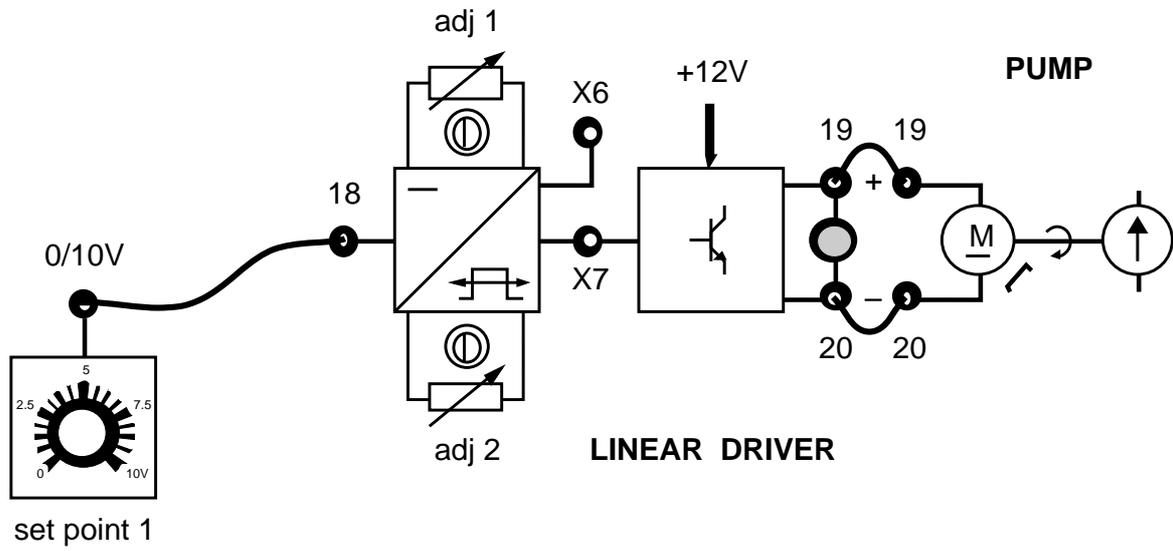
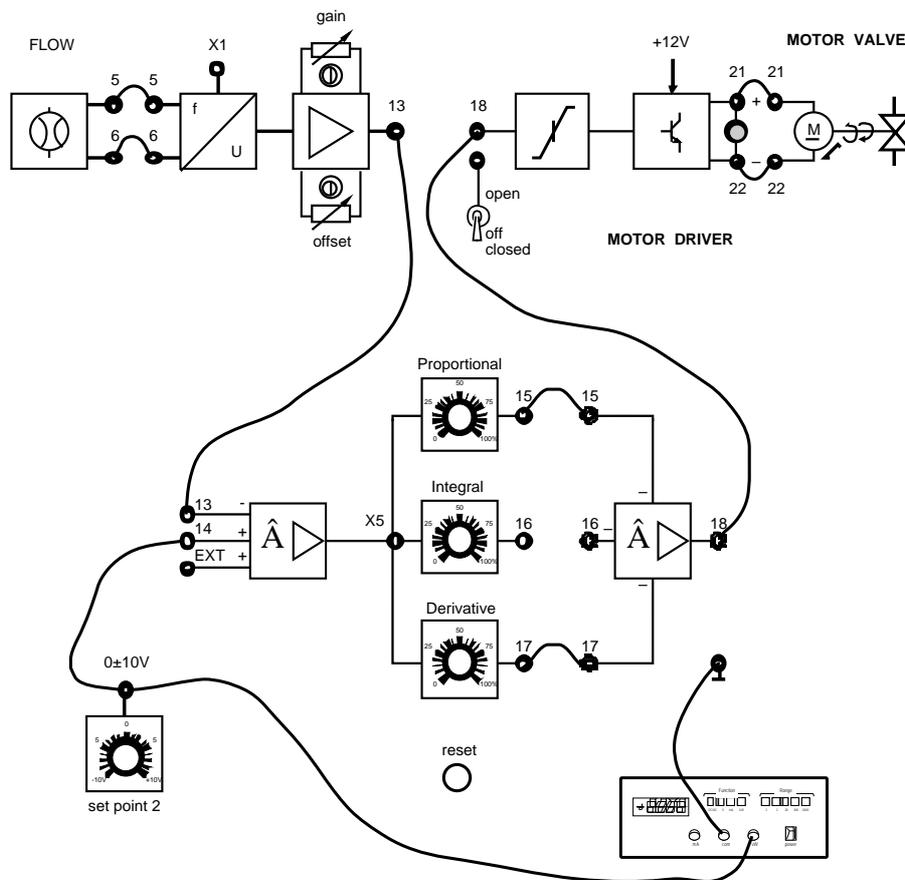

Fig. 16.1
Fig. 16.2
Asegurado de que se conozcan los prerrequisitos, entrega a los alumnos la Ficha 16.1 que representa el cableado del control (fig 16.1) y prepara el panel de simulación del proceso de la siguiente manera:
- 1) Conectar, mediante cables, el casquillo 19 del LINEAR DRIVER al casquillo 19 y el casquillo 20 al 20 (ficha 16.1 fig 16.1).
- 2) Conectar el casquillo del SET POINT 1 al casquillo 18 del LINEAR DRIVER (ficha 16.1 fig 16.1).
- 3) Apretar el interruptor general (ON).
- 4) Conectar el casquillo 5 del Sensor de capacidad al casquillo 5 de la respectiva interface y el casquillo 6 al casquillo 6 (ficha 16.1 fig 16.2).
- 5) Conectar el casquillo del SET POINT 2 al casquillo 14 del regulador PID y el casquillo 13 del interface del sensor de capacidad al casquillo 13 del regulador PID (ficha 16.1 fig 16.2).
- 9) Conectar el casquillo 21 del MOTOR DRIVER al casquillo 21 y el casquillo 22 al casquillo 22 (FICHA 16.1 FIG 16.2).
- 10) Conectar el casquillo 15 del regulador PID al casquillo 15, el casquillo 17 al casquillo 17 y el casquillo 18 al casquillo 18 del MOTOR DRIVER (ficha 16.1 fig 16.2).